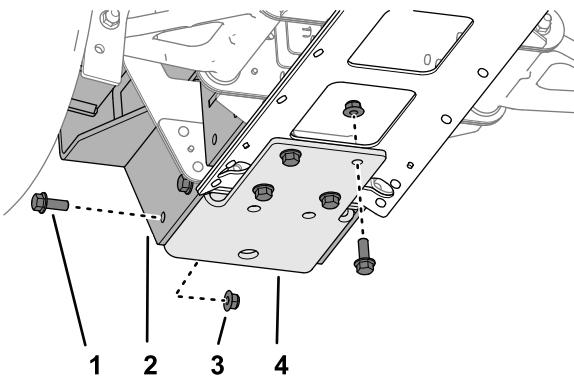

Рисунок 52
1. Установите, не затягивая, нижний кронштейн, крепление подборщика мячей и среднюю пластину швейлера, как показано на Рисунок 52, с помощью 8 фланцевых болтов ( $\frac{3}{8}$  x 1 дюйм) и 8 фланцевых контргаек ( $\frac{3}{8}$  дюйма).
3. Отверните 8 фланцевых болтов ( $\frac{3}{8}$  x 1 дюйм), 8 фланцевых контргаек ( $\frac{3}{8}$  дюйма), снимите нижний кронштейн и крепление подборщика мячей с автомобиля (Рисунок 52).